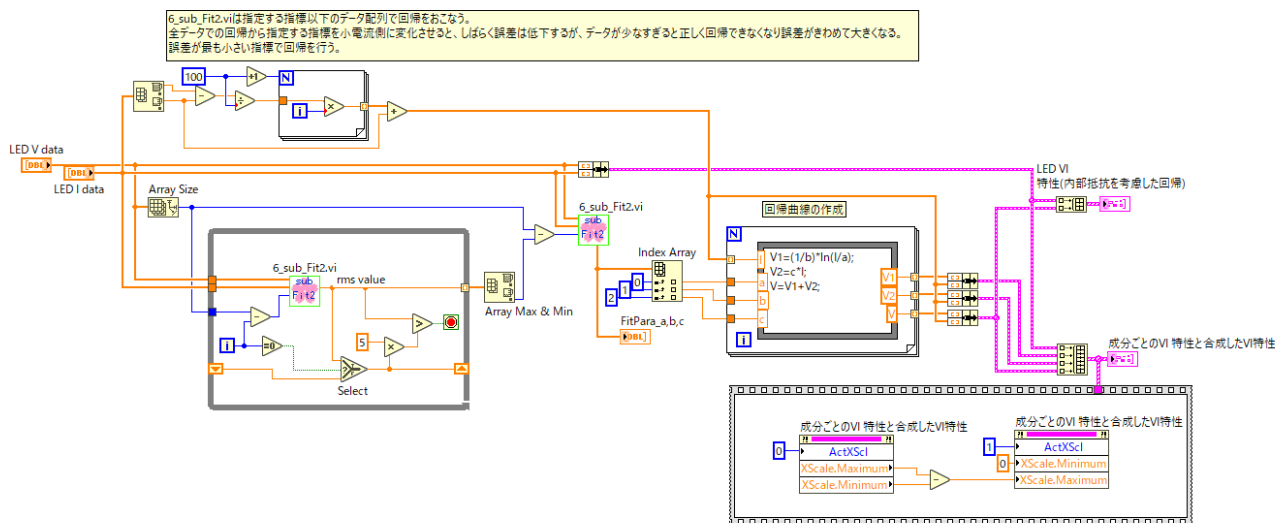

図 6-18 ブロックダイアグラム
**6\_sub model fitting2.vi**のブロックダイアグラムを開くと図6-18のように表示されます。このブロックダイアグラムでは回帰計算を行う**6\_sub\_Fit2.vi**を使用しています。Whileループの中で条件を変えて回帰計算を行い、その中で一番誤差が少なかった条件を見つけ、その条件で最終的な回帰結果を得ています。